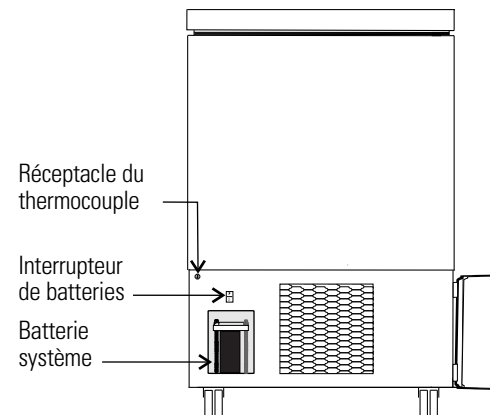

Figure 5-2. Emplacement de la batterie et de l'interrupteur de la batterie
2. Localiser l'interrupteur d'alimentation de la batterie (Figure 5-2). Placer cet interrupteur en position Arrêt (O).
3. Retirer les deux écrous de fixation du support de la batterie. Voir la Figure 5-2.
Three pi³ modèles (Figure 5-2):